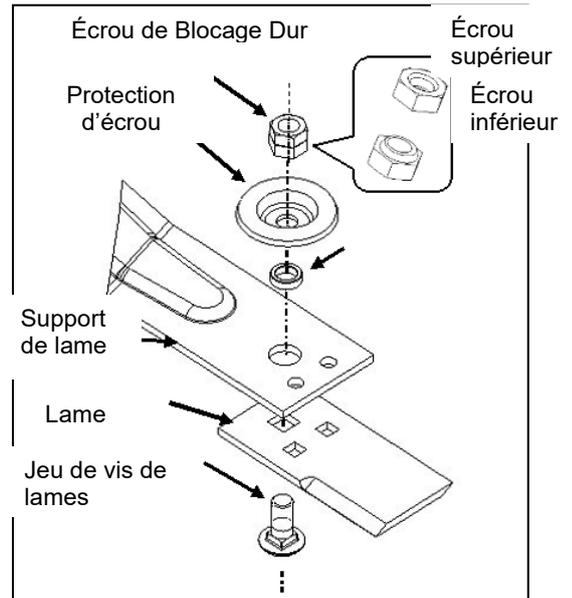

Figure 20
2. Après l'installation d'une nouvelle lame (ou l'inversion d'une lame), il est recommandé d'installer une vis de lame neuve, un écrou de blocage dur neuf et une protection d'écrou neuve comme illustré en Figure 20.